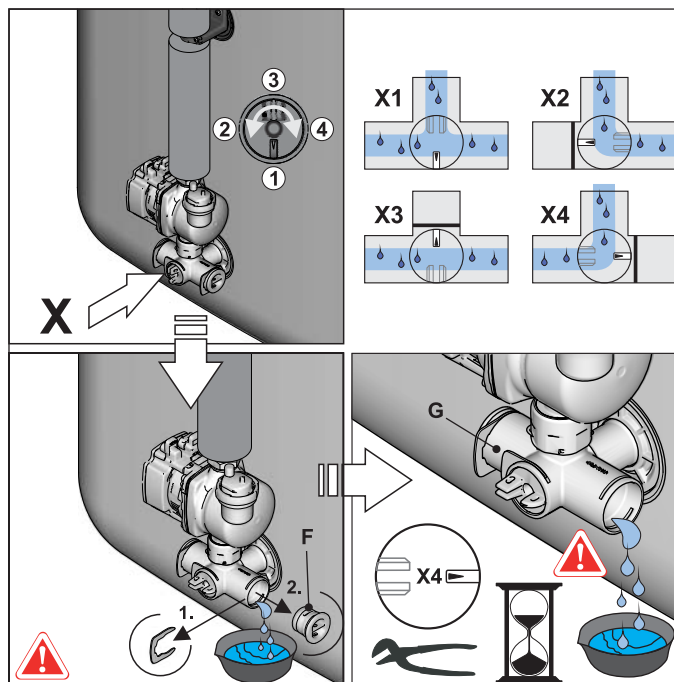

Fig. 5-2 Bloquer la garniture de soupape, retirer le bouchon borgne du raccord coudé
- Régler la garniture de soupape sur le raccord coudé afin de couper l'accès au bouchon borgne (fig. 5-2).
- Placer dessous un bac collecteur approprié et retirer les bouchons aveugles du support de raccordement (fig. 5-2).
- Régler la garniture de soupape sur le raccord coudé pour ouvrir l'accès au flexible d'évacuation (voir aussi fig. 5-2) et évacuer le contenu d'eau du réservoir du ballon.